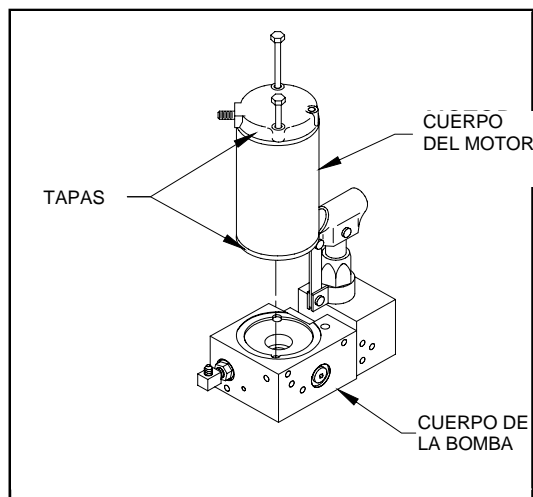

FIGURA 4-23: ORIENTACIÓN DEL MOTOR DE LA BOMBA
- 3) **Consulte la Figura 4-23.** Desconecte la conexión eléctrica de la bomba.
- 2) **Consulte la Figura 4-23.** Coloque la unidad del motor de la bomba sobre el cuerpo de ésta (manteniendo pegado el ensamblaje del motor):